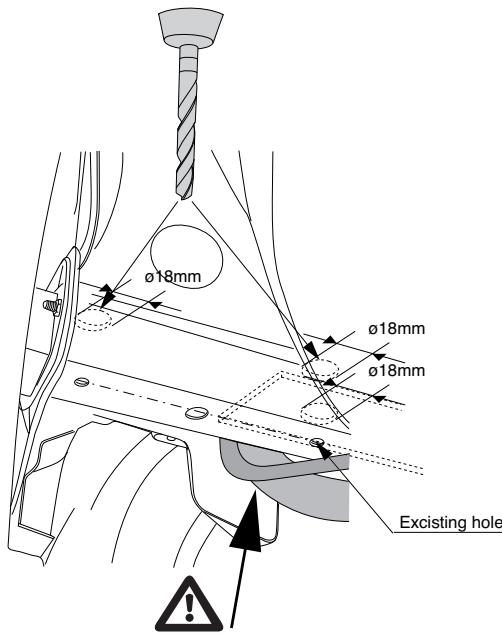

Fig.1
7. Увеличить отверстия А и В в багажном отсеке до диаметра 11 мм. См. рисунок 1.